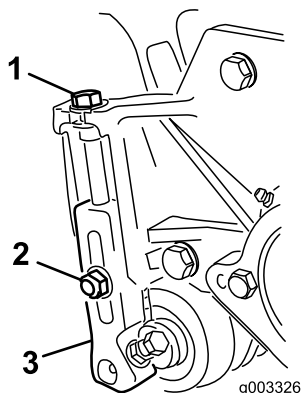

Bild 23
1. Lösen Sie die Sicherungsmuttern, mit denen die Schnitthöhenarme an den Seitenplatten der Schneideinheit befestigt sind (Bild 23).